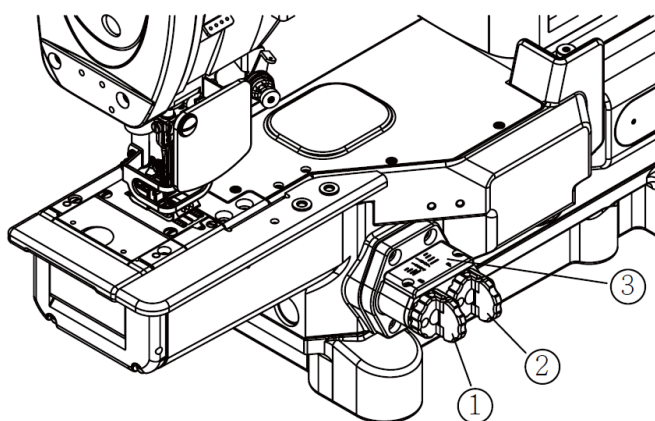

Fig. 24/24
2. Отрегулируйте с помощью поворотной ручки (2) вручную, чтобы отрегулировать ход передней зубчатой рейки (Рис. 24).
3. После ручной регулировки поворотной ручки (2) ход транспортера можно узнать по номеру, указанному на шкале (3).
4. При шитье эластичной ткани поверните ручку (2) по часовой стрелке.
5. Поверните ручку (2) против часовой стрелки при шитье термоусадочной ткани.